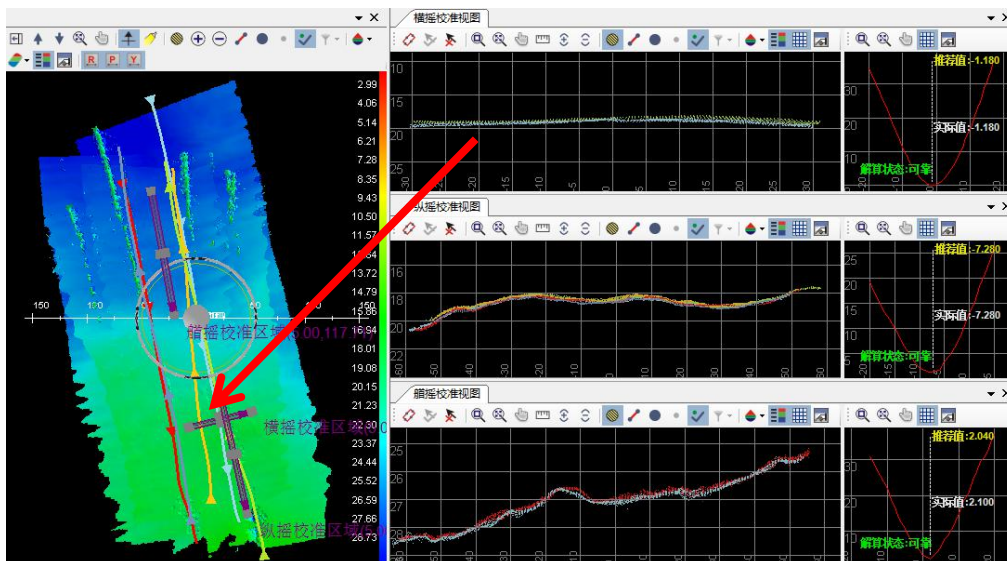

图 12.3 横摇校准
(2) 点击控制面板的『校准』项，如果是双探头模式，『设备』可以选择“左探头”和“右探头”分别进行校准。
(3) 点击『横摇校准视图』的  按钮，然后在『安装校准视图』中的 3D 视图界面，找到两个测线文件重叠比较好的地方，并且地势比较平坦，垂直测线方向拉一个矩形的校准区域，然后调整区域的宽度和位置，观察右侧校准曲线的变化，校准曲线呈现为光滑的漏斗状表明选择的区域比较适合作为校准区域。选择横摇校准区域后，软件会自动计算出一个推荐横摇校准值，如果选择使用该推荐值，请在“实际值”栏中输入该推荐值或者点击 ，然后根据实际需要进行手动调整横摇校准值，使选择区域的两条测线重合，如图 12.3 所示。